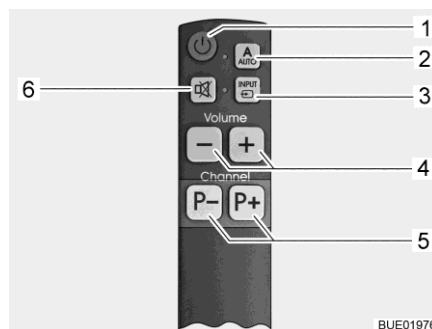

Bild 63 Enkel fjärrstyrning (tillval)
- Tryck in knappen AUTO (Bild 62,2 eller Bild 63,2) i 1 sekund. På så sätt slås TV-apparaten och styrenheten på.
- Tryck in programvalknapparna (Bild 62,4 eller Bild 63,5) tills önskat TV-program valts.
- Tryck in knappen INPUT (Bild 62,3 eller Bild 63,3) tills önskad signalkälla valts.
- För att gå tillbaka till satellitkanalvisningen, tryck in knappen INPUT (Bild 62,3 eller Bild 63,3) tills signalkällan DVB-S2 valts.
- Tryck in knappen AUTO (Bild 62,2 eller Bild 63,2).
- Tryck in knappen TV-apparat på/av (Bild 62,1 eller Bild 63,1). Styrenheten slås inte på, antennen stannar kvar i parkeringsläge.
- Tryck in INPUT knappen (Bild 62,3 eller Bild 63,3) tills önskad signalkälla (t. ex DVD) valts.
- För att slå av TV-apparaten, tryck in knappen TV-apparat på/av (Bild 62,1 eller Bild 63,1).